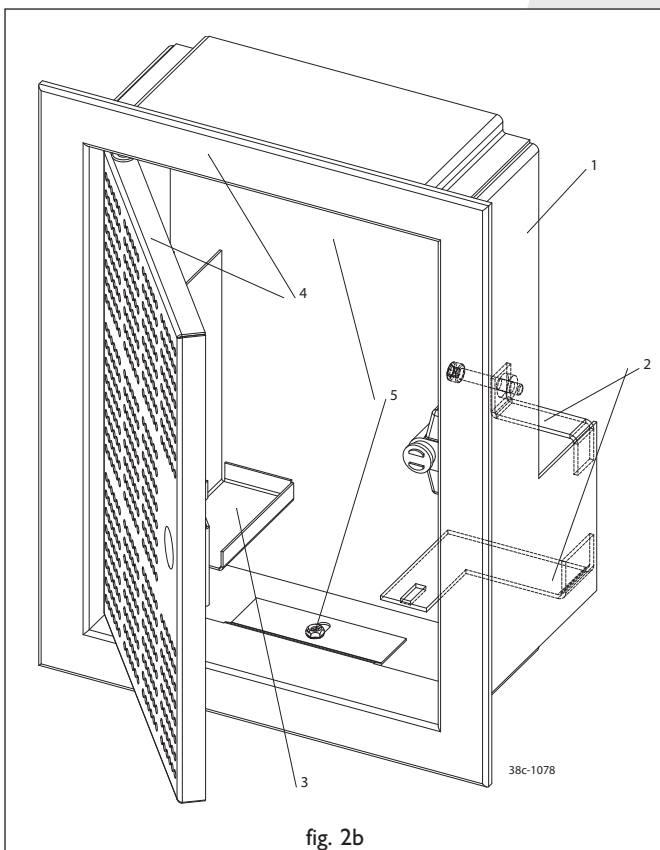

fig. 2b
Let op: De rode draad van thermokoppel 2 blijft aangesloten op het gasregelblok. In Fig. 2b is aangegeven hoe de draden op het thermokoppel zijn bevestigd. Verwijder vervolgens het gasregelblok. Leid de leidingen naar de gewenste positie, let op dat er geen vuil in de leidingen komt. Rol voorzichtig de rode en zwarte draad van thermokoppel 2 uit; Leg het gasregelblok samen met de draden van thermokoppel 2 in de richting van het bedieningskastje. Monteer het gasregelblok aan de beugels (2) van het binnen frame. Sluit de leidingen aan op de achterzijde van het gasregelblok. Let er op dat u de flexibele slang en de aluminium leiding gasdicht aandraait. Thermokoppel 1 moet men eerst handvast aandraaien en vervolgens 1 kwart slag met de sleutel. Plaats de ontvanger van de afstandsbediening in het bakje (3). Zorg ervoor dat de "LED" naar voren wijst. Maak het buitenframe met deurtje (4) vast aan het binnenframe met behulp van de twee parkers (5). U kunt het buitenframe zo plaatsen afhankelijk of u het deurtje links of rechts draaiend wilt hebben. Let op: Het bedieningsluikje zo laag mogelijk monteren i.v.m. de temperatuur. Bij de Scenic SL moet men rekening houden met de poten van het toestel. In figuur 2a is het gebied (*) aangegeven waartussen het bedieningsluikje gemonteerd kan worden.